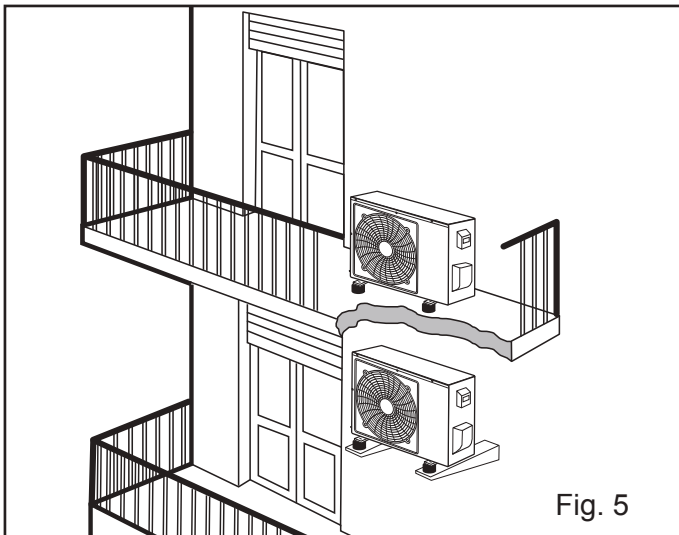

Fig. 5
- Assicurarsi che non ci siano ostacoli alla libera circolazione dell'aria attraverso gli scambiatori di calore: A) non disporre piante o animali direttamente a ridosso del flusso dell'aria; B) evitare l'installazione negli angoli dove è solito depositarsi la polvere, foglie e quant'altro possa ridurre l'efficienza degli scambiatori ostruendo il passaggio dell'aria (Fig 5).